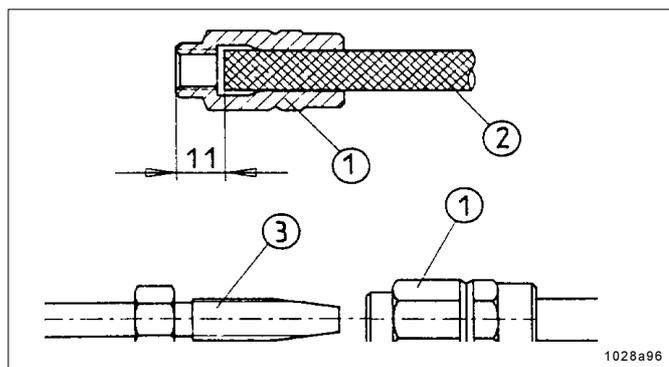

Fig. 41 – Prémontage des douilles filetées et des embouts pour tuyau sur la conduite principale
* Monter la douille filetée 1, Fig. 41, sur le tuyau polyamide haute pression en la tournant à gauche jusqu'à obtenir la cote de 11 mm. Ensuite visser l'embout pour tuyau 3 dans la douille filetée 1.